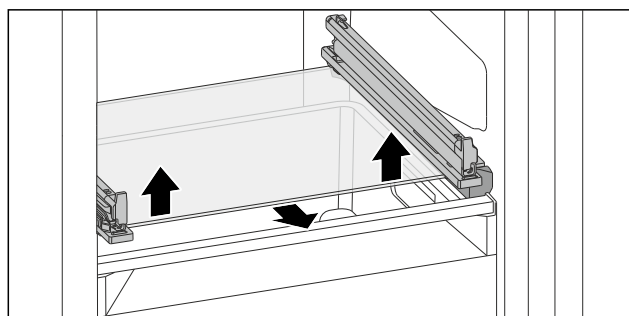

Fig. 140 可倾斜抽屉的玻璃隔板
- ▶ 从下方两侧向上推玻璃隔板。(参见 Fig. 140)